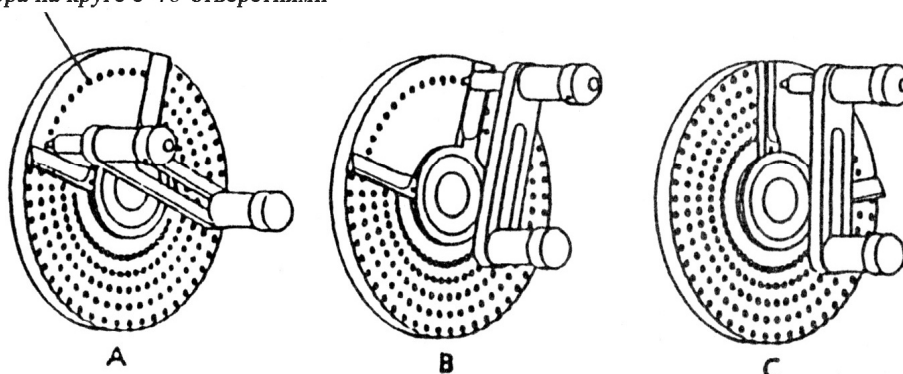
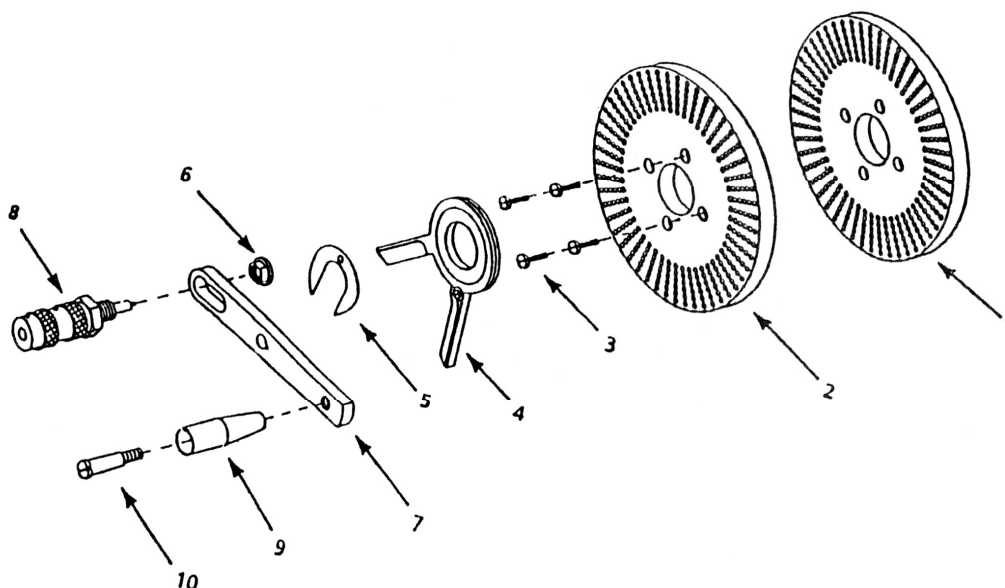

Рис. 2 - Кольцевые отверстия
Рис. 3 - Сменные части
Для установки делительного диска на поворотный стол, снимите рукоятку (№ 11). Прикрутите необходимый делительный диск к воротку, используя 4 винта (№ 3 на рис. 3). Оденьте сектор (№ 4 на рис. 3) на вал червячной передачи и на эксцентриковую муфту и с выкрученным винтом сектора. Зафиксируйте сектор, посредством пружинной шайбы (№ 5 на рис. 3) надвинув ее на сектор и зафиксировав в пазе на эксцентриковой муфте. Оденьте плечо кривошипа на конец вала червячной передачи и закрепите с помощью гайки через гроверную шайбу. Растяните ограничители сектора так, чтобы между ограничителями сектора было точно 11 отверстий на круге с 46 отверстиями (См. Рис. 2). Закрутите винт сектора.
1. Вращать сектор необходимо так, чтобы ограничители сектора были напротив плунжера, как показано на рис. 2 А
2. Вращать плунжер по часовой стрелке 5 полных вращений и 10/46 вращения полного вращения между ограничителями сектора, как показано на рис. 2В.
3. Вращать сектор по часовой стрелке так чтобы первый ограничитель сектора оказался напротив плунжера как показано на рис. 2С.